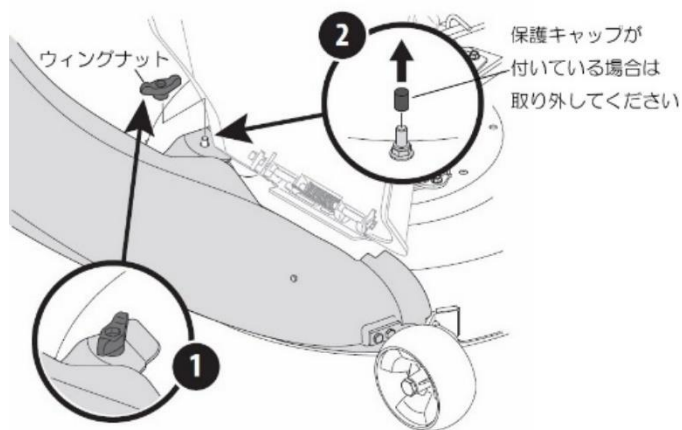

図 18
4. デッキにローシュートを固定します。図 18 を参照してください。下記の部品でしっかりと締め付けてください。